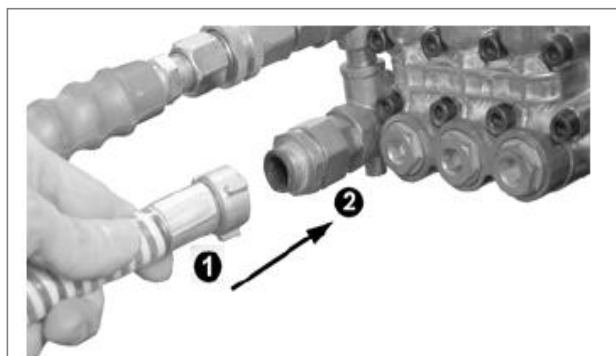

Рис.7
4.4 Подсоедините шланг 1 (см. рис. 7) подачи воды к входному патрубку 2 насоса высокого давления. Закрутите накидную гайку шланга до упора.